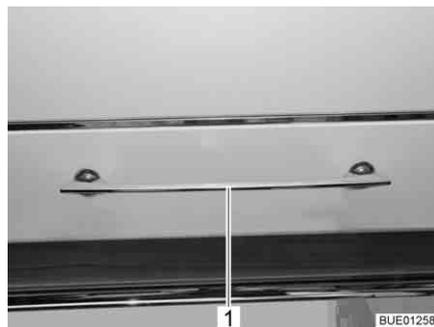
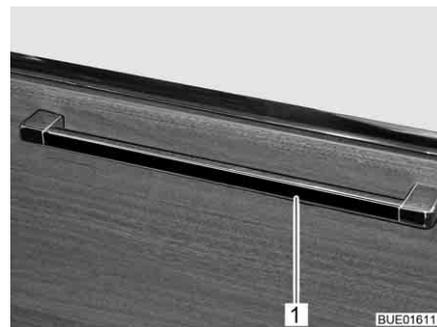

Bild 83 Möbelklappe mit Entriegelungsgriff
Bild 84 Möbelklappe mit Entriegelungsgriff (Alternative)
- Entriegelungsgriff (Bild 83,1 bzw. Bild 84,1) je nach Einbaulage nach oben, zur Seite oder nach unten drücken und gedrückt halten.